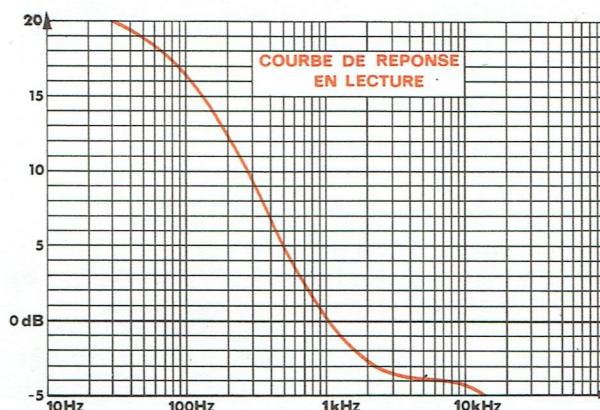

Fig. 25
### 2° COURBE DE RÉPONSE (Fig. 25)
- Les rapports de  $V$  en fonction de la fréquence, à la tension  $V$  à  $f = 1 \text{ kHz}$  sont représentés par la courbe de la figure 25.